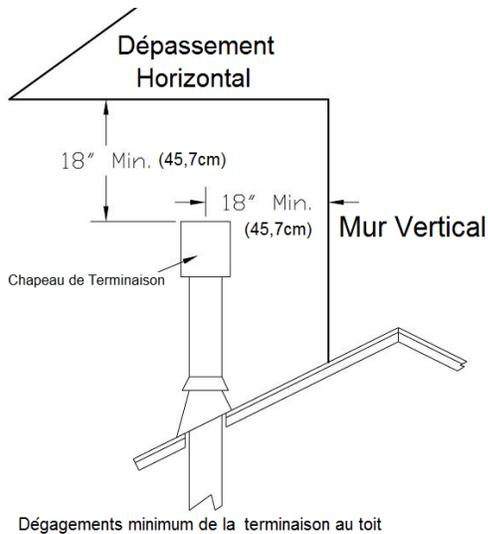

Figure 8 - Dégagements au Chapeau de Terminaison
- 🔥 Tous les chapeaux de terminaison ne peuvent être à moins de 18" (457mm) horizontalement de tout point du toit ou de surface verticale. Voir Figure 8.
dégagement aux structures adjacentes mentionnées dans les Figures 8 et 11.